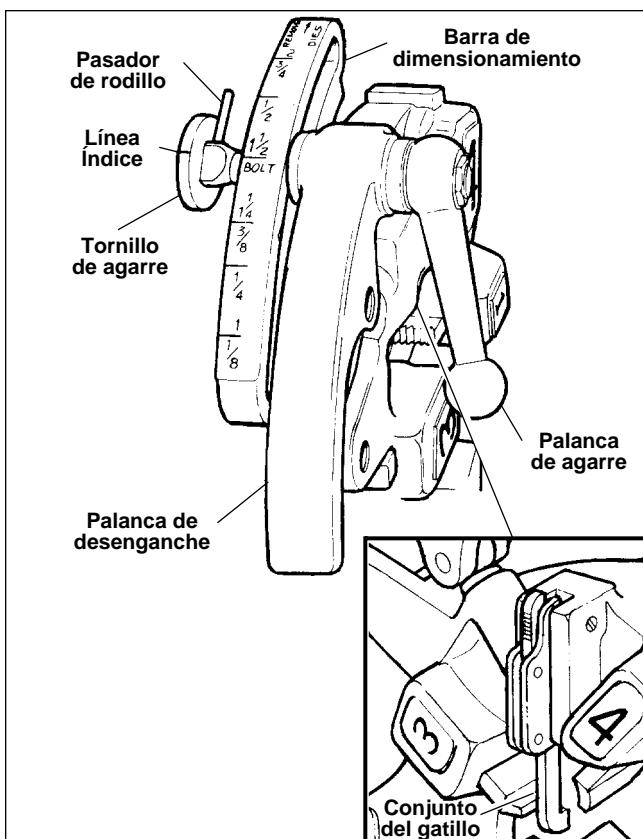

Figura 12 – Cabezal de terrajas de Autoabertura
- Cabezal de Autoabertura** (*Figura 12*) – Cuando el
El cabezal de terrajas de autoabertura No. 815A (*Figura 12*) para roscas a mano derecha requiere cuatro juegos de terrajas para roscar tubos de  $\frac{1}{8}$ " a 2". Se requiere un juego de terrajas para cada una de las dimensiones de tubo siguientes: ( $\frac{1}{8}$ "), ( $\frac{1}{4}$ " y  $\frac{3}{8}$ "), ( $\frac{1}{2}$ " y  $\frac{3}{4}$ ") y (1" a 2"). El roscado de pernos requiere un juego de terrajas separado para cada dimensión de perno.